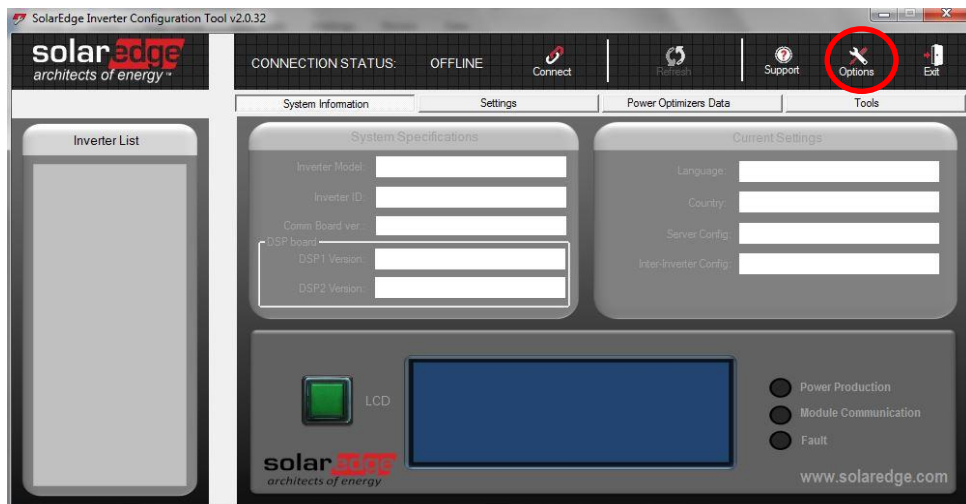

Figura 6
- 4** Se la lingua del programma non dovesse essere l'Italiano ma l'Inglese, per cambiarla selezionare l'icona **Options** (evidenziata nella Figura 6)